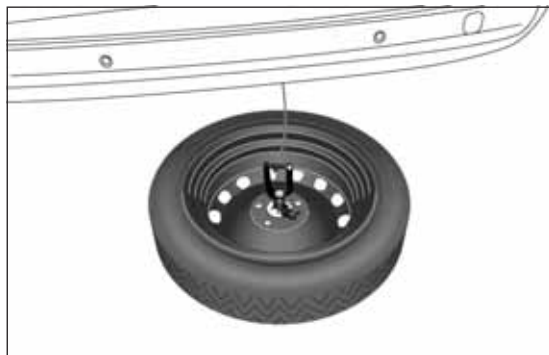

fig. 30
- ☐ utilizar la llave para llevar la rueda fuera del vehículo fig. 30;